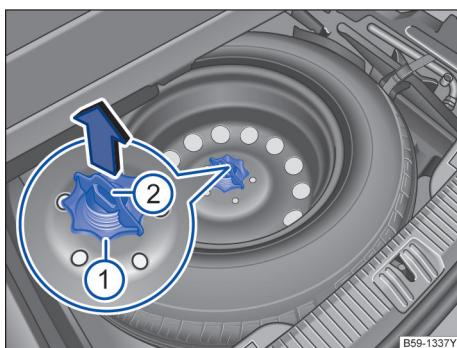

图 226 行李厢内：备用车轮（类型 A）固定手轮
- 将卡扣→图 226②向箭头方向拉起。
- 逆时针拧下备用车轮中间的固定手轮→图 226①，拆下备用车轮。